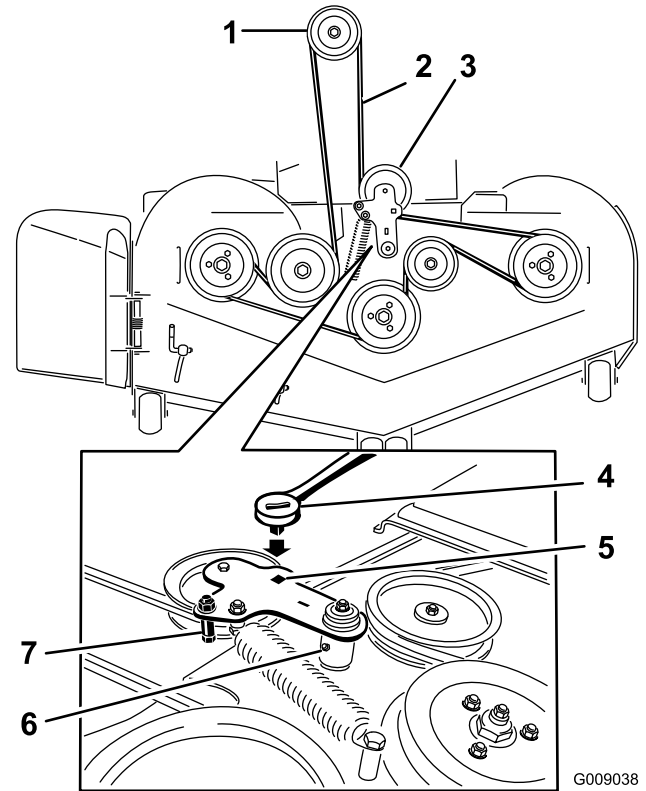

Figura 77
9. Pase la correa nueva alrededor de las poleas del cortacésped y de la polea del embrague, debajo del motor (Figura 77).
10. Instale la guía de la correa en el brazo tensor según se muestra en Figura 77.
11. Utilizando la llave de carraca en el taladro cuadrado, instale el muelle tensor (Figura 77).
5. Utilice una llave de carraca en el taladro cuadrado del brazo tensor para aliviar la tensión del muelle tensor (Figura 77).
7. Retire la guía de la correa del brazo tensor tensado con muelle según lo ilustrado en Figura 77.